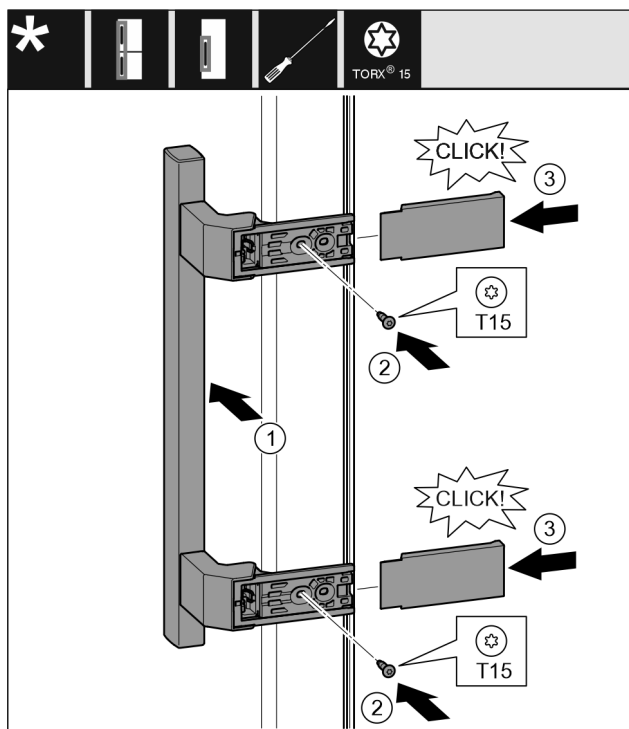

Fig. 11
- ▶ Ročaj namestite na nasprotno stran. Fig. 11 (1)
- ▶ Trdno privijte vijake z izvijačem T15. Fig. 11 (2)
- ▶ Pokrove pristavite ob strani in potisnite gor. Fig. 11 (3)